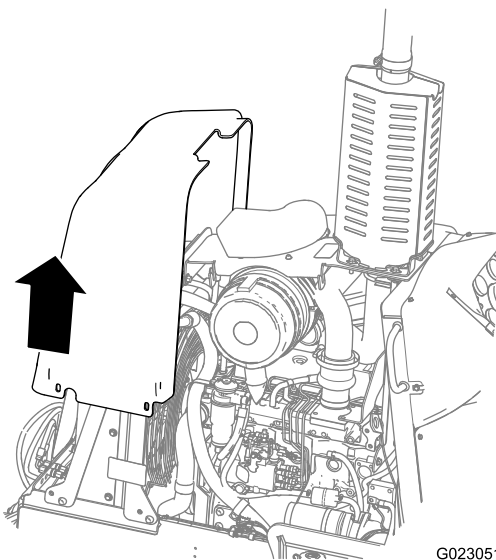

Figura 41
4. Suba el panel delantero y sáquelo de la máquina (Figura 41).
2. Baje el panel delantero y colóquelo sobre de la máquina (Figura 41).